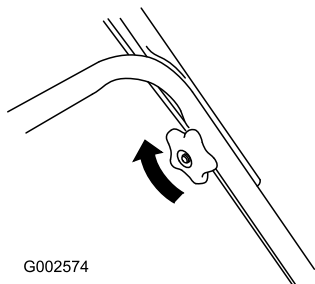

Figura 4
2. Apriete los pomos del manillar (Figura 4).